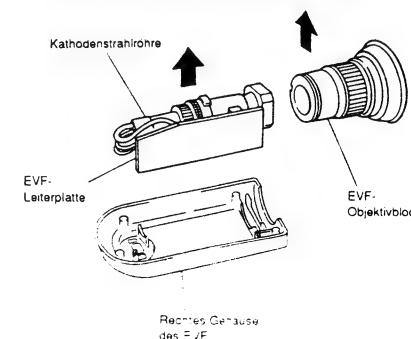

Abb. 2-122
- 1) Die EVF-Leiterplatte, die Kathodenstrahlröhre und den EVF-Objektivblock in Richtung des Pfeiles von dem rechten Gehäuse abnehmen (siehe Abb. 2-122).